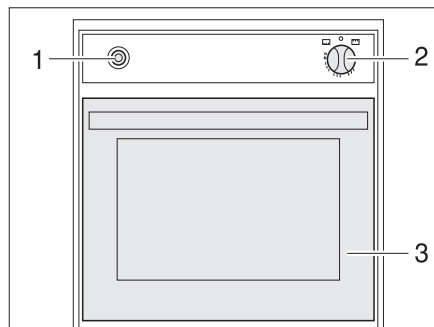

Fig. 140 Forno a gas
- Aprire completamente lo sportello del forno (Fig. 140,3).
- Premere leggermente il pomello girevole (Fig. 140,2) e metterlo su "🔥" (forno) o "GRILL" (grill).
- Premere il pomello girevole (Fig. 140,2) e tenerlo premuto per 5-10 secondi. Il gas fluisce verso il bruciatore.
- Premere l'interruttore di accensione (Fig. 140,1) finché la fiamma non brucia.
- Ruotare il pomello girevole (Fig. 140,2) su "O". La fiamma si spegne.